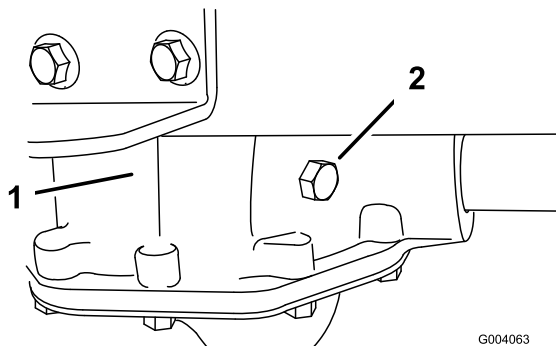

Figure 34
2. Enlevez le boulon de contrôle de la boîte-pont (Figure 34).